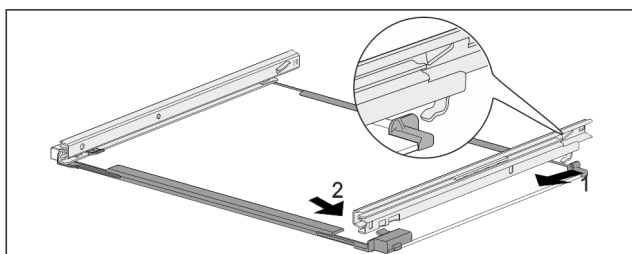

Fig. 264 Pllaka e xhamit me shinat
- Kapni shinën në kapëse në pjesën prapa. Fig. 264 (1)
- Kapni shinën në kapëse në pjesën përpara. Fig. 264 (2)